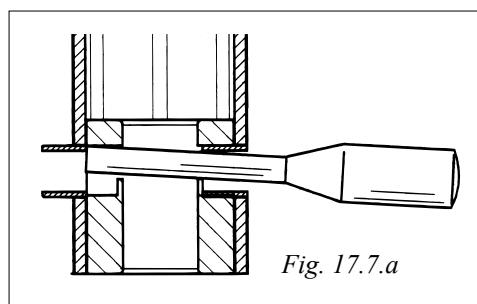

Fig. 17.7.a
3. Knacka ur bussningarna vid 1000 mm profilens nedre ände. Se fig. 17.7.a.